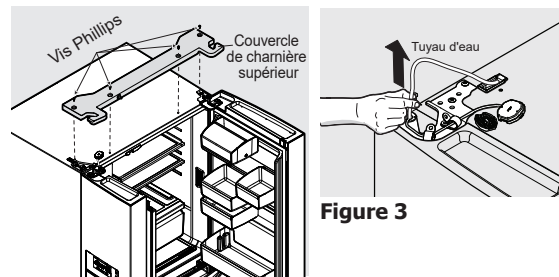

Figure 1
- Retirez les vis du couvercle de la charnière supérieur et soulevez-le. Consultez la figure 1.
- Retirez la vis et le couvercle de la charnière inférieure. Consultez la figure 1.